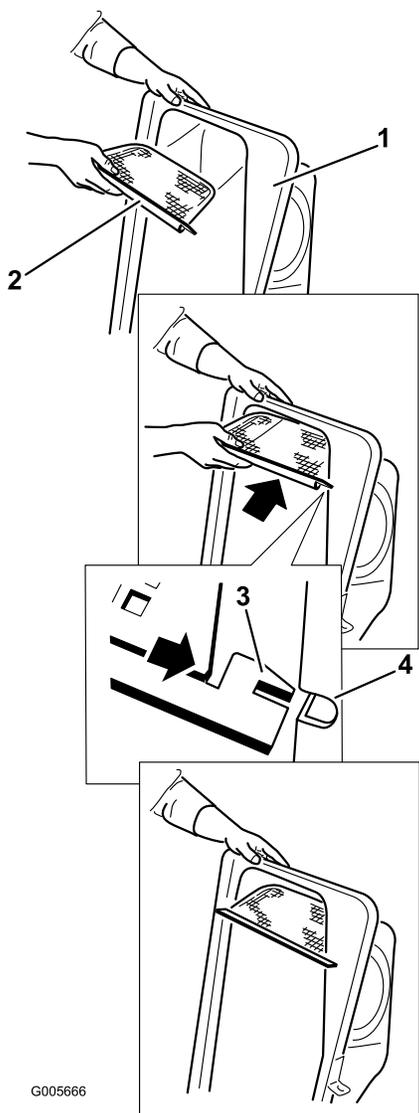

Figura 11
2. Instale o filtro como se mostra na Figura 11 e deslize na direção dos sacos de recolha.